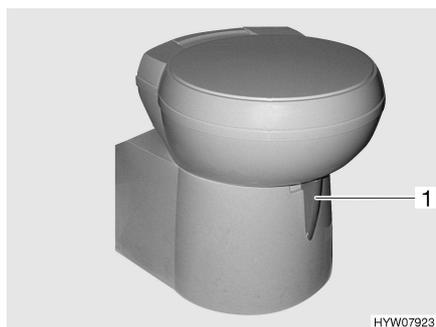

Fig. 110 WC Thetford (orientable)
- Avant d'actionner la chasse d'eau, ouvrir le curseur des toilettes Thetford. Pousser pour cela le levier du curseur (Fig. 110,1) dans le sens inverse des aiguilles d'une montre.
- Tourner le levier du curseur (Fig. 110,1) dans le sens des aiguilles d'une montre. Le curseur se ferme. Pour la vidange il **faudrait** que le curseur des toilettes Thetford soit fermé.